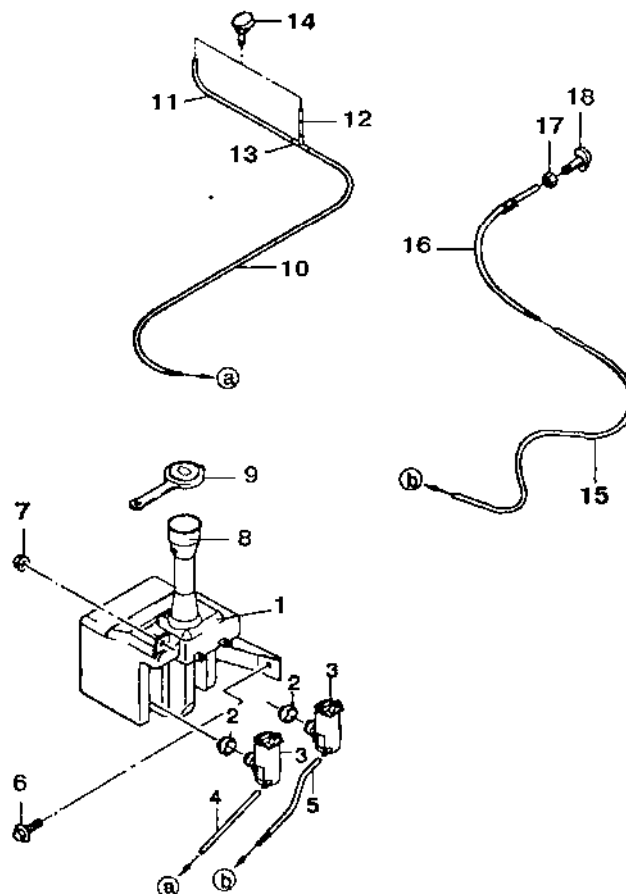

Рис. 9.33 Стеклоочиститель ветрового стекла автомобиля Sens:
Омыватель ветрового стекла автомобиля Sens состоит из бачка 1 (рис. 9.33) для моющей жидкости (в летний период может быть использована вода), электронасоса 3, шлангов 4, 10 - 13, тройника 13 и двух жиклеров-распылителей 14.
- Снять электронасос 3 (рис. 9.33).